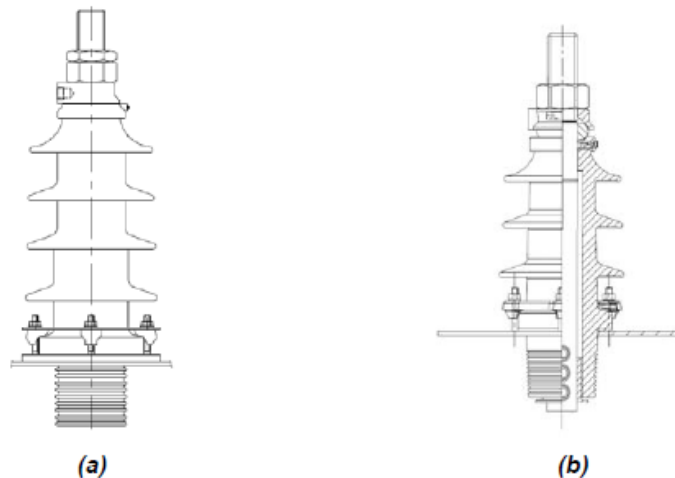

Figura 06 - a) Exemplo de bucha sólida DIN - fabricação WEG; b) Exemplo de bucha sólida DIN - fabricação COMEM
Buchas de média e alta tensão, classes de tensão de 15, 24,2 e 36,2 kV e correntes nominais de 250, 630, 1.000, 2.000 e 3.150 A, fabricadas pela WEG conforme a **Figura 06 a**).
* Podem ser fornecidas quando forem solicitadas tensão, corrente ou características especiais diferentes do padrão de fabricação da WEG. Ver **Figura 06 b)**.